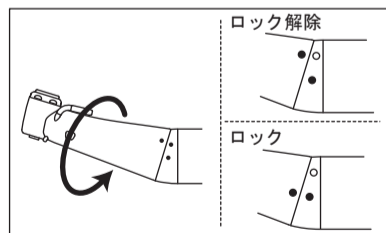

図12
- 3) ヘッドの●印とシャンクの○印(ロック解除)を合わせて突き当たるまで挿入します。(図12)
- 4) ヘッドを●印(ロック)方向へカチッとした感覚がする(●印が合う)まで回します。(図12)
・モータにハンドピースを取り付ける際、ハンドピースの●印が合っていることを確認してください(図12)。印がずれた位置でモータにハンドピースを取り付けると、ハンドピースとモータが確実に取り付けられない、または、ヘッドが緩み外れる恐れがあります。
- 1) ヘッドとシャンクの●印が合い、ロックされていることを確認します。(図12)